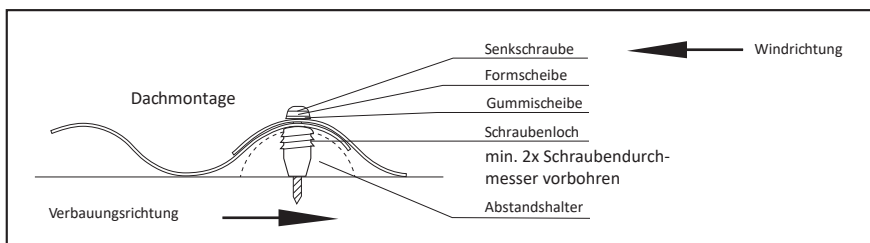

Bild 1: Fixierung und Verbauungssystem für Salux® Platten
- Die Wellplattenverlegung und die seitlichen Überlappungen erfolgen entgegengesetzt zur Hauptwetterrichtung (Bild1). Die Montage erfolgt von der Traufe zum First.